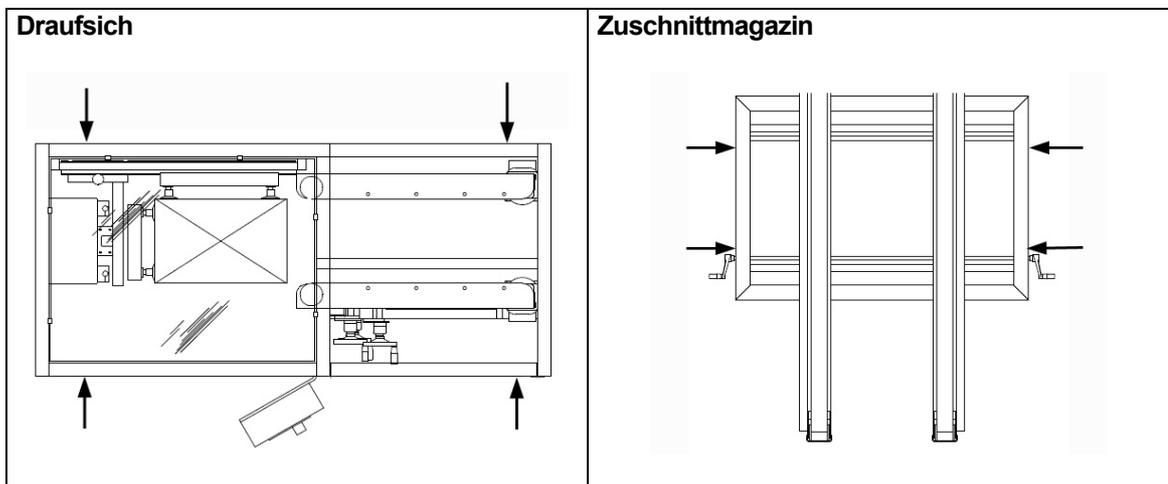

Abb. 3.1
- 1) Die Zinken des Gabelstaplers oder Palettenhebers sind zwischen den Stellfüßen und unter dem Rahmen in Position zu bringen (siehe Abb. 3.1).